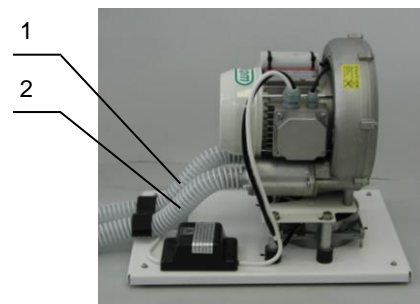

Bild.3
Am Absaugaggregat (Bild. 3) sind zwei Schläuche für Absaugung und Abluft angeschlossen. Die Schläuche sind vom Eingang (1) und Ausgang (2) des Aggregats zu der Rückwand des Gehäuses geführt und laufen über die hintere Öffnung hinaus oder münden in die Öffnung im Boden. Der Saugschlauch ist an das Verteilungsnetz des Verbrauchers (Dentaleinheit) angeschlossen und der Abluftschlauch ist an die Abluftleitung angeschlossen, die aus dem Arbeitsraum des Nutzers hinausgeführt.